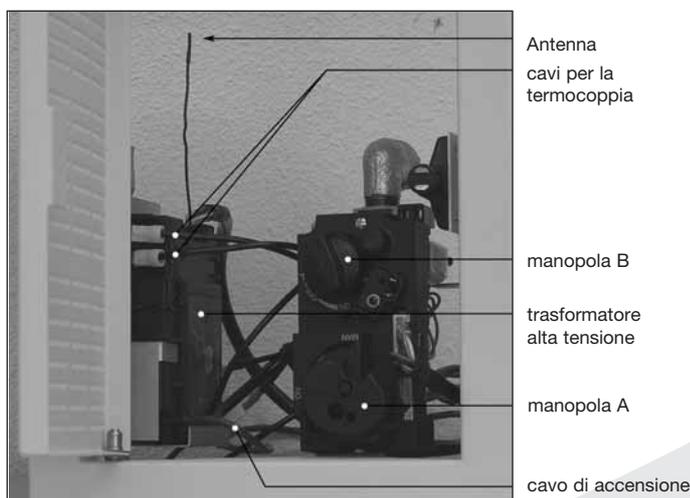

fig. 12
- Inserire il ricevitore nel quadro di comando come indicato alla Fig. 12.
- !Attenzione - Non posizionare l'antenna troppo vicina al cavo di accensione e/o parti in metallo (per la posizione corretta vedi alla Fig. 12);
Il ricevitore si trova nel quadro di comando (vedi Fig. 12).
- Posizionare il ricevitore come indicato alla Fig. 12.
- Posizionare l'antenna del ricevitore non troppo vicina al cavo di accensione e/o alle parti in metallo: accertarsi che l'antenna sia rivolta verso l'alto (per la posizione corretta, vedere la Fig. 12);